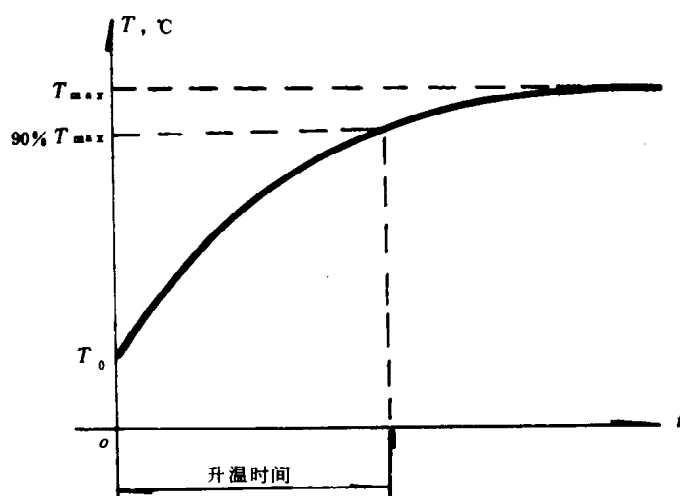
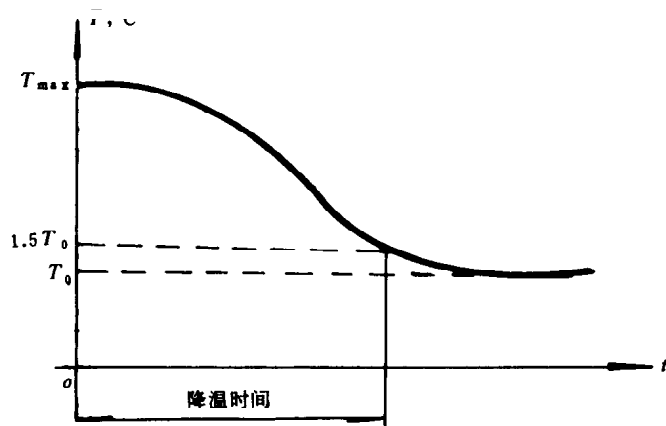

图 1 升温时间曲线
图 2 降温时间曲线
4.3 对试样进行通电加热的同时，用辐射测温仪测量温度，并记录从室温升至温度稳定状态的升温曲线，如图1所示。
4.4 切断试样电源，用辐射测温仪测量温度，并记录从温度稳定状态降至室温时的降温曲线，如图 2 所示。
4.5 根据记录曲线，取温度从室温升至温度稳定状态的90%时所需要的时间作为升温时间，如图 1 所示；取温度从温度稳定状态降至室温的1.5倍时所需要的时间作为降温时间，如图 2 所示。